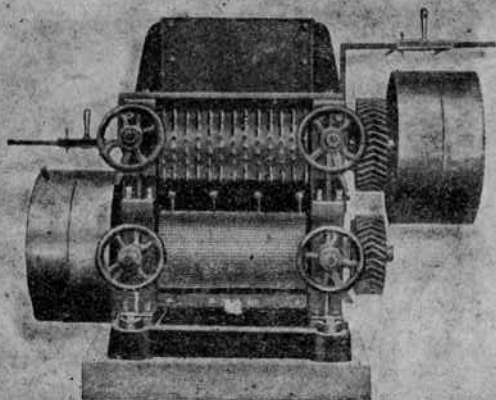

Рис. 26. Валковая двухпарная дробилка Кебера.
1. Для измельчения обрезков жмыха применяют дробилку Клеро, валковую двухпарную дробилку Вебера (дробилка такого типа изображена на рис. 26) и мельничные вальцы.